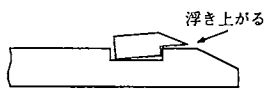

図75 切管用挿し口リングの締め付け
②シャコ万力を用いて、切管用挿し口リングの分割部の反対側から順次締め付ける。このとき、切管用挿し口リングが図75の悪い例のように浮き上がらないように注意する。